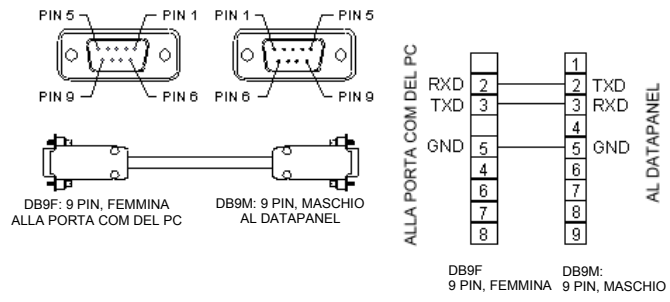

Figura 2-4. Cavo per la connessione Datapanel - PC (Download)
- Il cavo di download si usa per il trasferimento di database e protocolli dal software di configurazione residente sul PC al Datapanel (figura 2-4). Il cavo abilita le comunicazioni con un PC standard ed è fornito insieme al software di configurazione. Se il PC utilizzato non è standard, consultarne il manuale per controllare la configurazione dei pin sul lato PC.